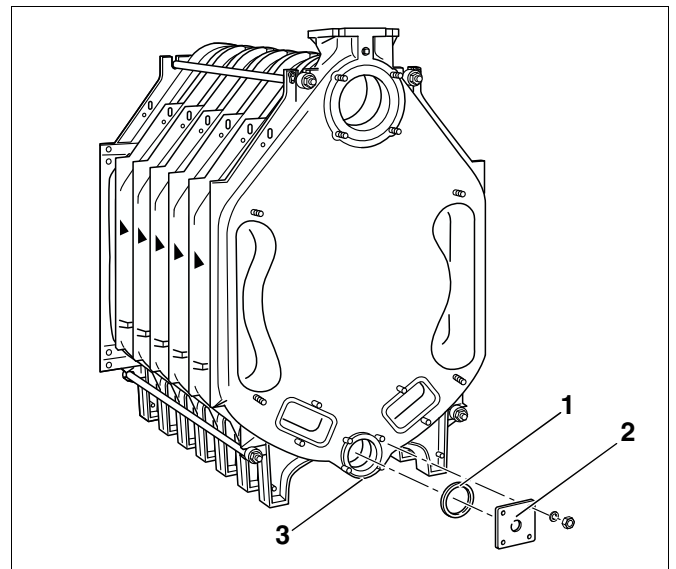

Рис. 26 Установка фланца
- Закрывать спереди и сзади нижнюю ступицу котла (рис. 26, **поз. 3**). Для этого нужно уложить соответствующее уплотнение (рис. 26, **поз. 1**) на ступицу котла и установить глухой фланец со стороной 110 мм. Фланец с резьбовым отверстием диаметром (R 3/4) для наполнения и слива (рис. 26, **поз. 2**) устанавливается на задней стороне котла.